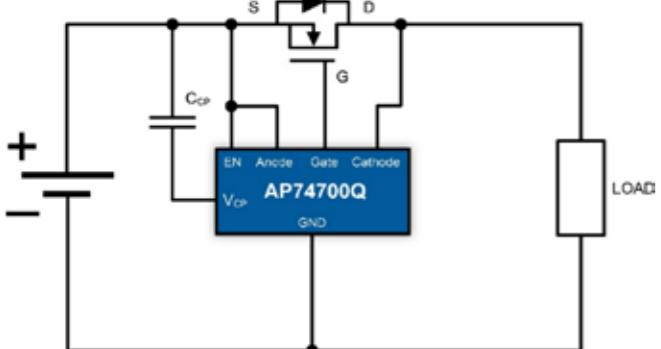

图 4：采用 N 沟道 MOSFET 和理想二极管控制器，实现高侧输入反向电压保护
2. 采用 N 沟道 MOSFET 电路的理想二极管控制器：理想二极管控制器（例如 Diodes 公司的 AP74700AQ）可主动管理外部 N 沟道 MOSFET，提供高侧 RVP（图 4）。理想二极管使用内部电荷泵驱动 N 沟道 MOSFET 栅极。